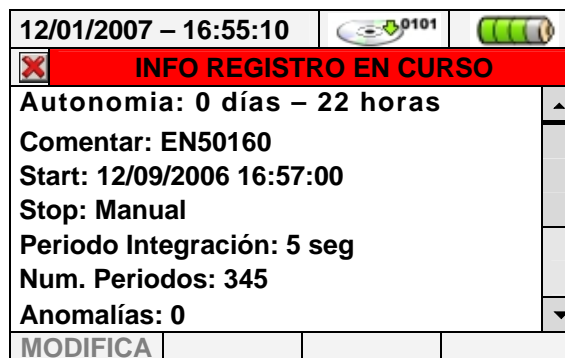

Fig. 112: Pantalla información registro en curso
3. En la pantalla de la Fig. 112 se encuentran las siguientes informaciones: